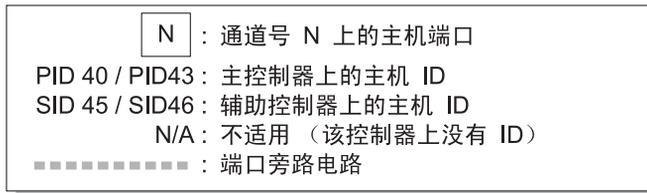

图 5-2 带有一个双控制器 Sun StorEdge 3511 SATA Array 和两个交换机的点对点配置
- 如果有两个交换机并设置多路径（以便在任何交换机故障或拆除任何 I/O 控制器模块时保持所有逻辑驱动器连接的可操作性），请确保将每个逻辑驱动器都映射到两个端口（每个 I/O 控制器模块上一个以及两个通道上）。必须将两个映射到每个逻辑驱动器的端口用电缆连接到两个独立的交换机。有关此配置的实例，请参见图 5-1 和图 5-2。
在图 5-1 和图 5-2 中，通过使用多路径软件对数据路径的重新路由，当发生以下情况时，每个逻辑驱动器仍然可以完全操作：
表 5-1 概述了分配到逻辑驱动器 0 和 1 的主控制器和辅助控制器的 ID，如图 5-1 和图 5-2 中所示。
根据图 5-1 和图 5-2 执行以下步骤来设置典型的点对点 SAN 配置。